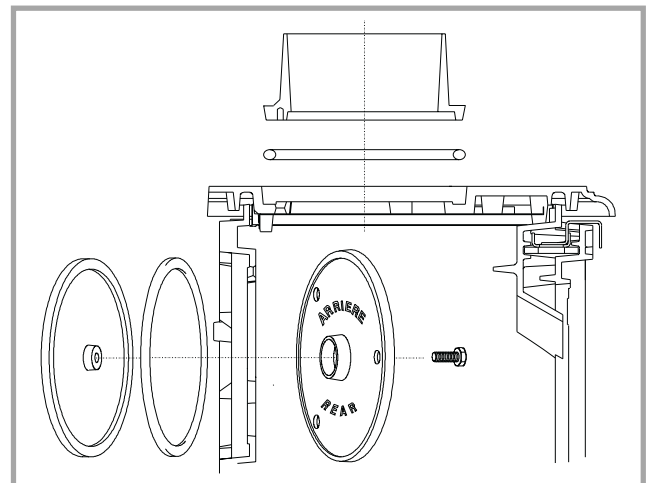

Figure 4 - Départ fumée au dessus
2.4.1. Départ de fumée par le dessus (figure 4)